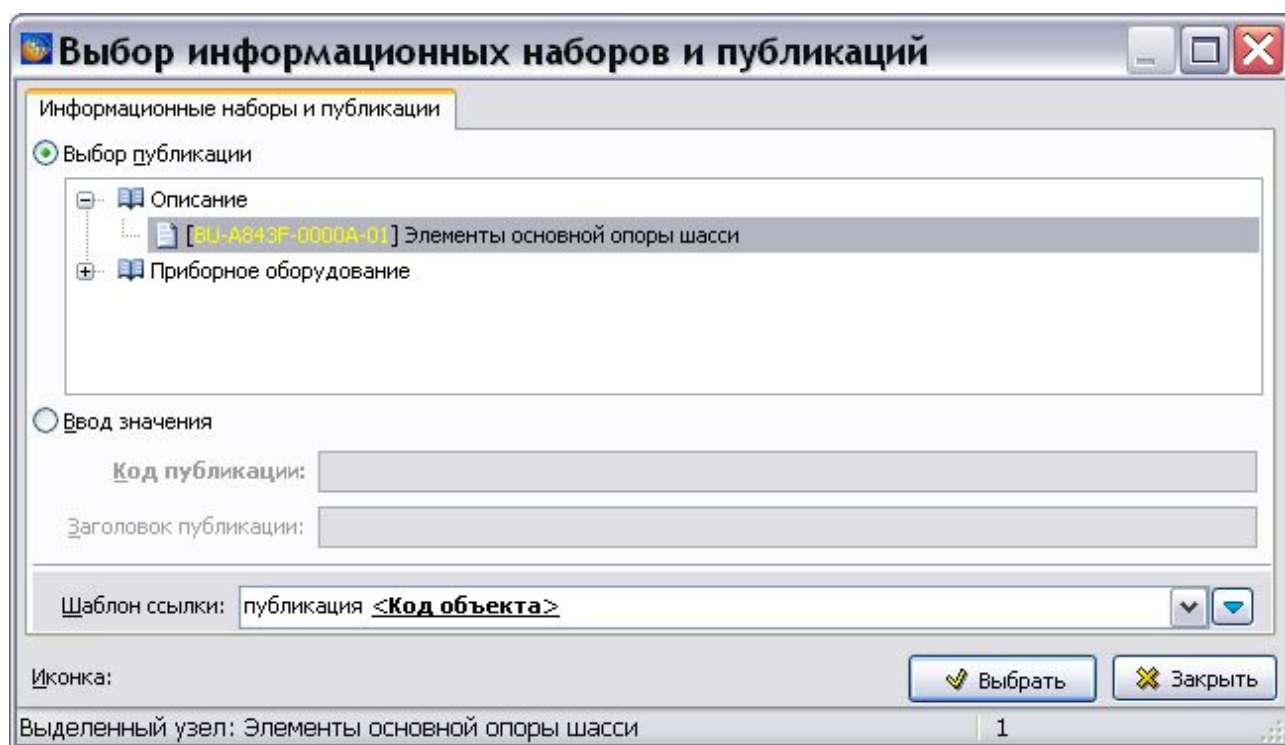

Рис. 3.228
4. Раскройте дерево публикаций и выберите публикацию (Рис. 3.228).